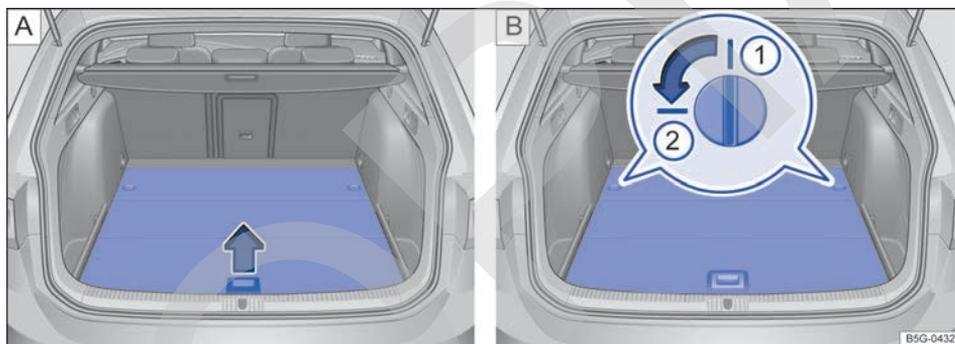

Fig. 160 En el maletero: **A** Levantar el piso del maletero. **B** Posición ①: bloqueo del piso del maletero cerrado, posición ②: bloqueo abierto.
- Para *abrir* el portaobjetos, agarre el piso del maletero por la cavidad → fig. 160 [A] y levántelo (flecha).
- Para *abrir el portaobjetos o desmontar el piso del maletero*, gire los dos cierres → fig. 160 [B] (imagen ampliada) un cuarto de vuelta (90°) en el sentido de la flecha (posición ②).
- Agarre el piso del maletero por la cavidad → fig. 160 [A] y levántelo (flecha).
- Para *montar el piso del maletero*, asegúrese de que los dos cierres → fig. 160 [B] (imagen ampliada) se encuentren en la posición ②.
- Gire los dos cierres → fig. 160 [B] (imagen ampliada) un cuarto de vuelta (90°) en el sentido contrario al de la flecha (posición ①).
- Gire los dos cierres → fig. 160 [B] (imagen ampliada) un cuarto de vuelta (90°) en el sentido de la flecha (posición ②).